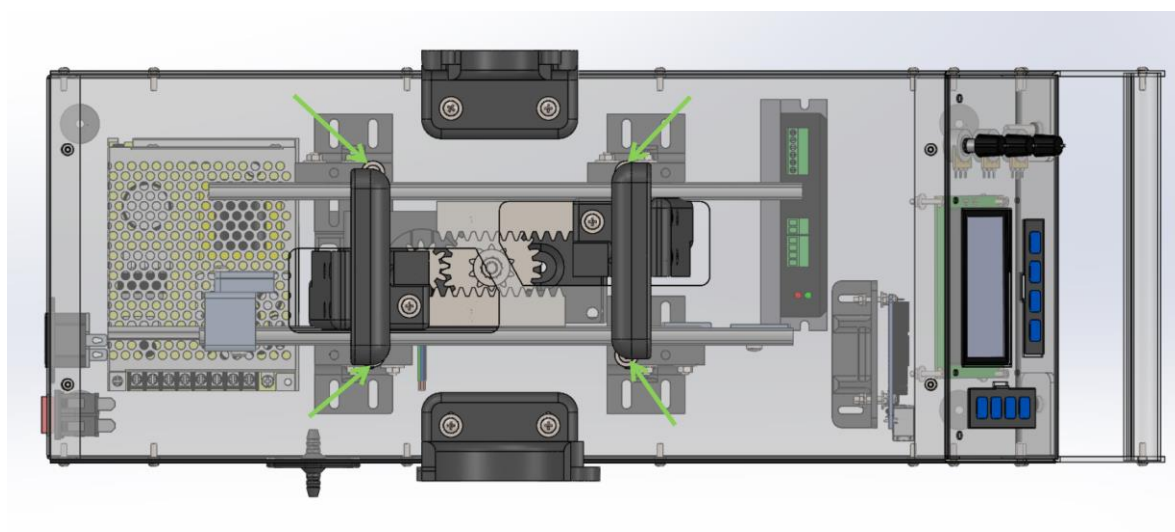

Figura 47 - Indicação do posicionamento dos 4 parafusos M4 nos suportes das corredeiras.
7. Inserir 4 parafusos M4 nos furos acima dos suportes das corredeiras, conforme Figura 47.